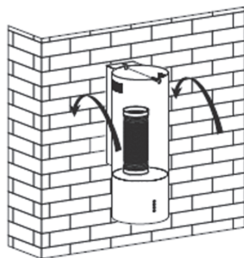

Рис. 4
6. Повесьте вытяжку на винты, затем закрепите корпус с помощью 1 шт. предохранительного винта ST4\*30 мм. Примечание: два предохранительных отверстия расположены на заднем корпусе, диаметром 6 мм. См. рис. 4